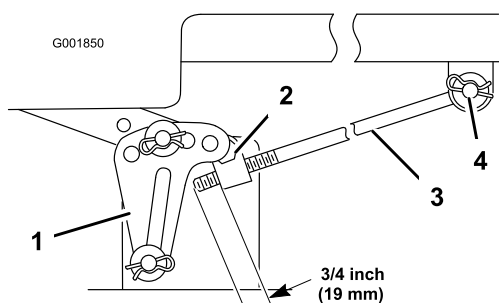

Figura 53
5. Misurate la sporgenza dell'asta dal blocco di regolazione ai lati del telaio (Figura 53).
6. Se l'asta **non** è lunga 19 mm, togliete la coppiglia a forcina e la rondella dall'estremità dell'asta di regolazione (Figura 53) e girate l'asta fino ad ottenere la lunghezza di 19 mm.